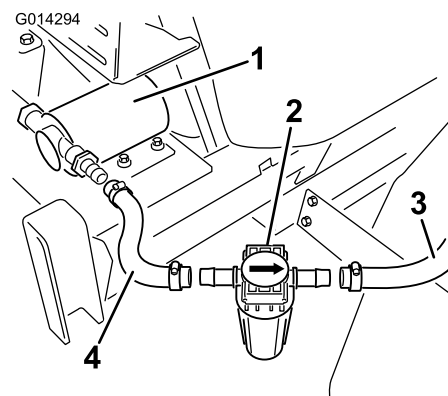

Figure 23
2. Posez le filtre en ligne sur les extrémités ouvertes des flexibles sortant de la pompe et sur les buses de rinçage (Figure 23).